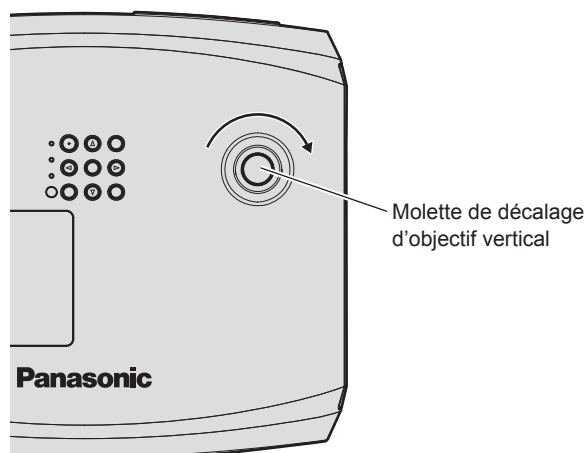

Fig. 2
3) Réglez le décalage vertical. (Fig. 2)